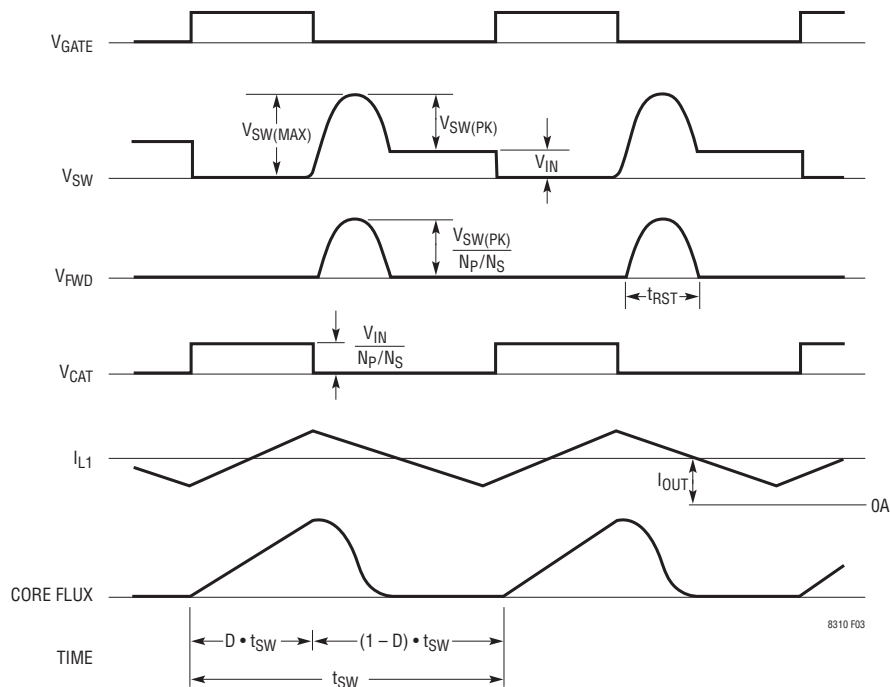

図2. フォワード・コンバータの標準的な信号
フォワード・コンバータの信号に関する以下の説明では、図2を参照してください。GATE信号が“H”になると、1次巻線で最大入力電圧が発生し、2次巻線電圧の値が巻数比によってスケール調整されます($V_{IN}/(N_P/N_S)$)。この期間、順方向ダイオードD1が導通し、スイッチ・オン時間($D \cdot t_{SW}$)の間、インダクタL1の両端に $V_{IN}/(N_P/N_S) - V_{OUT}$ の電圧を加えます(ダ
トランスが飽和しないようにするために、コアの磁束を定期的にリセットする必要があります。LT8310は、スイッチ・ノード SW とグランドの間に接続されたコンデンサ(図2を参照)を使用して、各サイクルで共振リセットを利用します。デューティ・サイクルの終了時にメイン・スイッチがオフになると、 V_{SW} がランプアップして V_{IN} を超えます。これによって2次側電流が遮断され、1次側電流がスイッチング・ノードを充電します。ノード SW は、トランスの電圧と電流が両方ともゼロになるまで、正弦波の1/2の間、共振します。その後、次にスイッチがアクティブになるまで、 V_{SW} と V_{IN} は等しいままになります。次の点に注意してください。(1) 1次スイッチの最大電圧は入力電圧を超えます(入力電圧を著しく上回ることもあります)。(2) 磁束のリセットは、次のサイクルが始まる前に、スイッチ・オフ時間内に完了するのが理想的です。LT8310コントローラは、(特定のスイッチング周波数で) 予測可能な最小オフ時間内でコアをリセットできる、絶対最大デューティ・サイクルを設定します。